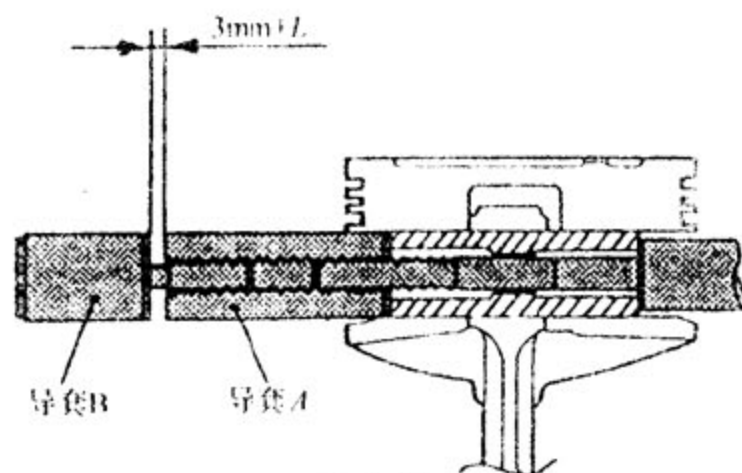

图 3-45
G). 将导套 B 拧入导套 A。两个导套之间的间隙为 3mm 加第 2 步计算所得的 L 值 (见图 3-45)。